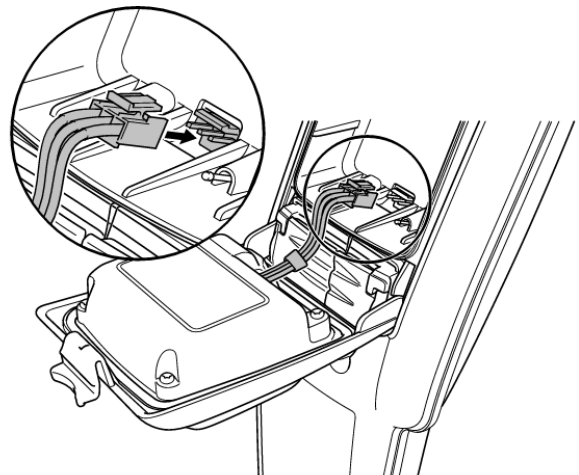

Abbildung 4.7 Anschluss Verbindungskabel des Li-Ionen-Akkusatzes
- 2 Ist ein Li-Ionen-Akkusatz eingesetzt, ziehen Sie den Stecker ab (siehe Abbildung 4.7).
Setzen Sie einen Li-Ionen-Akkusatz ein, schließen Sie das Verbindungskabel an (Abb. 4.7).